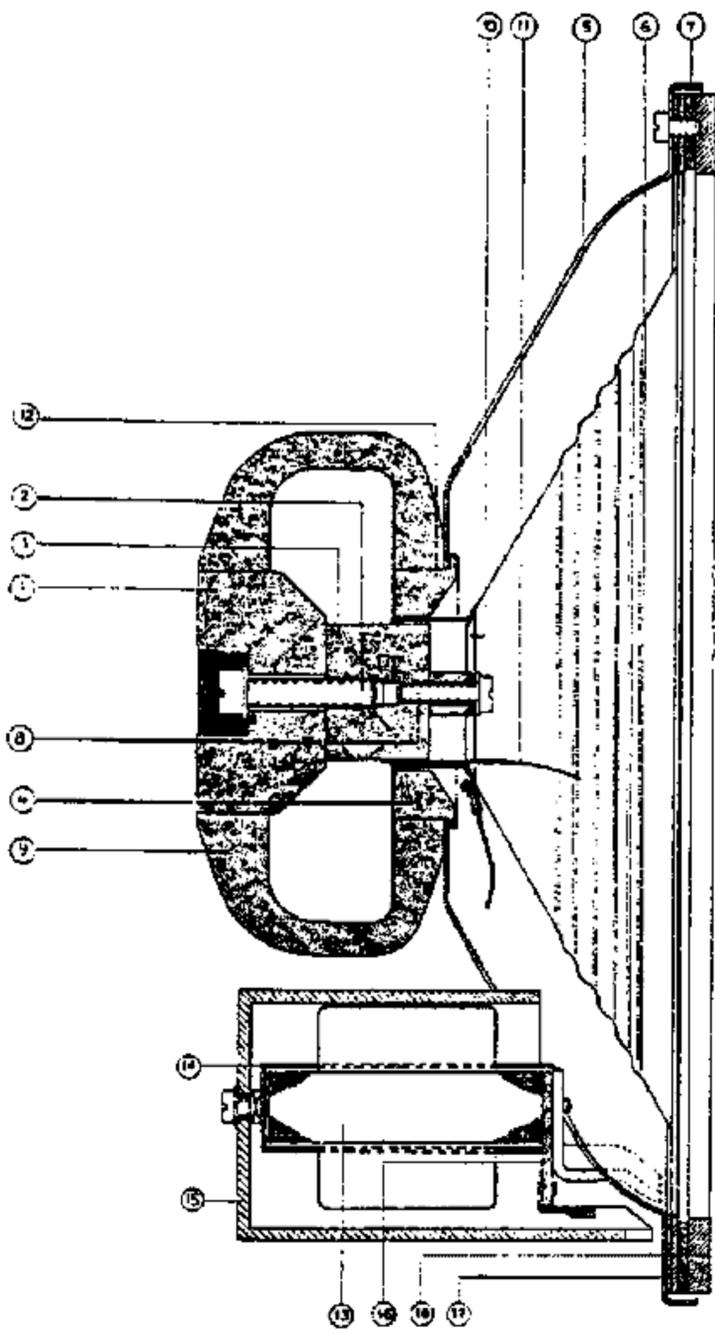

Fig. 3
Composition (Fig. 3).
**LISTE DE PIECES DETACHEES (Fig. 3).